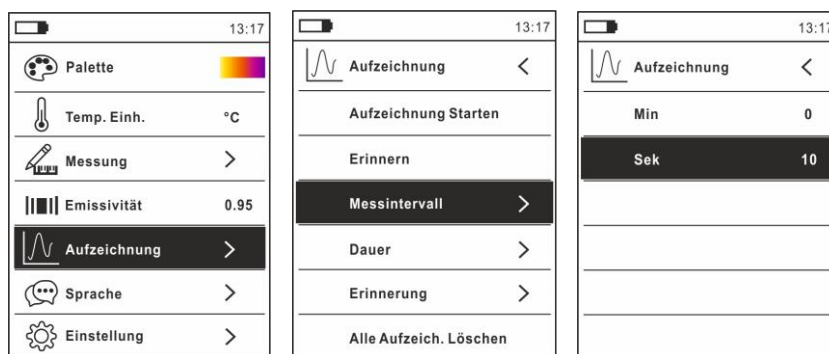

Fig.35 Data Logger Funktion – Einstellung des Messintervalls
- Drücken Sie die Taste **MENU** , wählen Sie den Eintrag "Aufzeichnung" und drücken sie die Taste **▶**. Die Bildschirmseite in Fig. 35 – linke Seite erscheint im Display
- Wählen Sie den Eintrag "Messintervall" (siehe Fig.35 – Mitte) und drücken Sie die Taste **▶** zur Einstellung des Abtastintervalls der Aufzeichnung. Die Bildschirmseite in Fig. 35 – rechte Seite erscheint im Display.